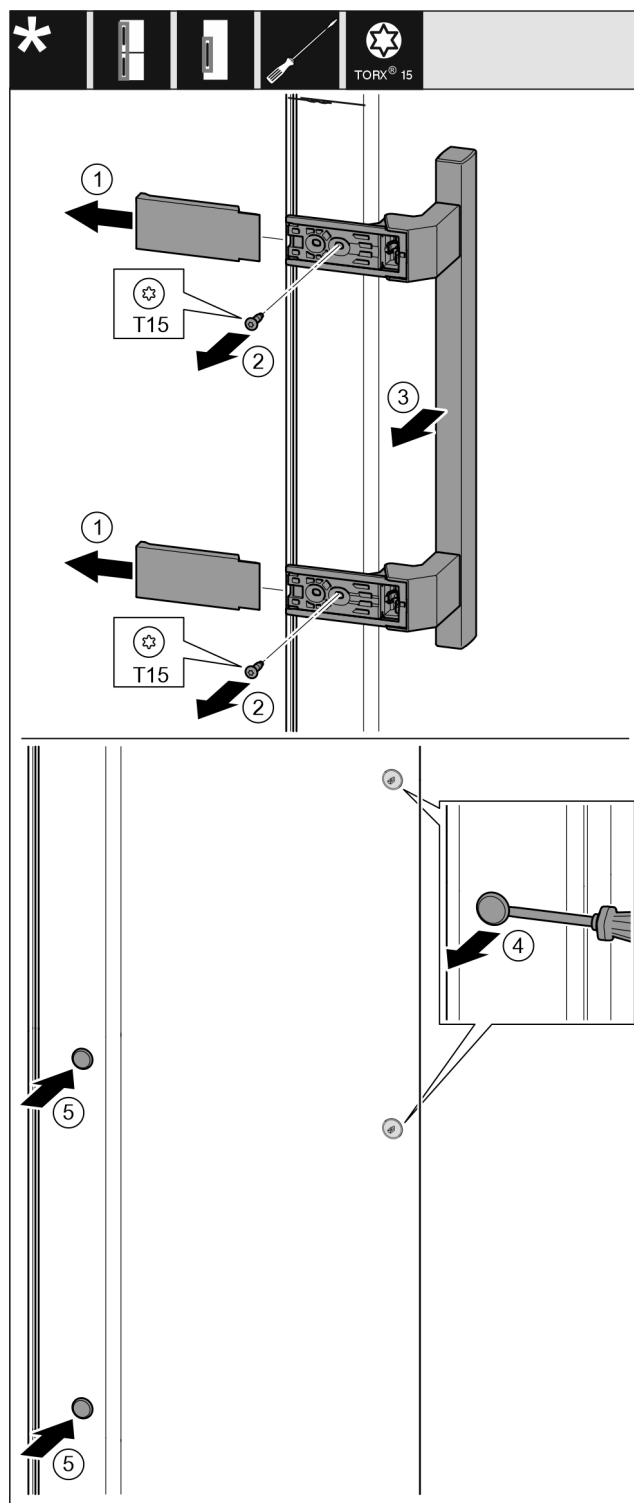

Fig. 16
- Abdeckung abziehen. Fig. 16 (1)
- Schrauben mit Schraubendreher Torx 15 herausdrehen. Fig. 16 (2)
- Griff abnehmen. Fig. 16 (3)
- Seitlichen Stopfen vorsichtig mit einem Schlitzschraubendreher anheben und herausziehen. Fig. 16 (4)
- Stopfen auf der anderen Seite wieder einsetzen. Fig. 16 (5)